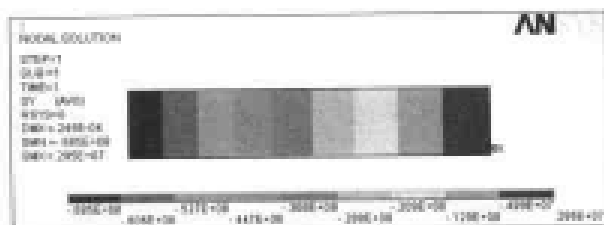

图 13-24 轴向应力场分布等值线图
(3) 选择 Main Menu | General Postproc | Plot Result | Contour Plot | Nodal Solu 命令, 出现 Contour Nodal Solution Data 对话框, 选择 Nodal Solution | Stress | Y-Component of stress 选项, 单击 OK 按钮, ANSYS 窗口显示轴向应力场分布等值线图, 如图 13-24 所示。